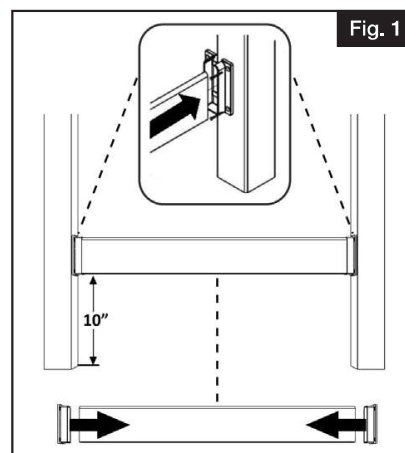

Fig. 1
- Colocar los soportes inferiores a 10" (25.40 cm) por encima del nivel de acabado y centrar el travesaño inferior en los postes (Fig. 1).
- Montar los soportes en los postes con los 4 tornillos incluidos en cada soporte. Insertar los tapones de cabeza de tornillo blancos para ocultar los tornillos (Fig. 1).